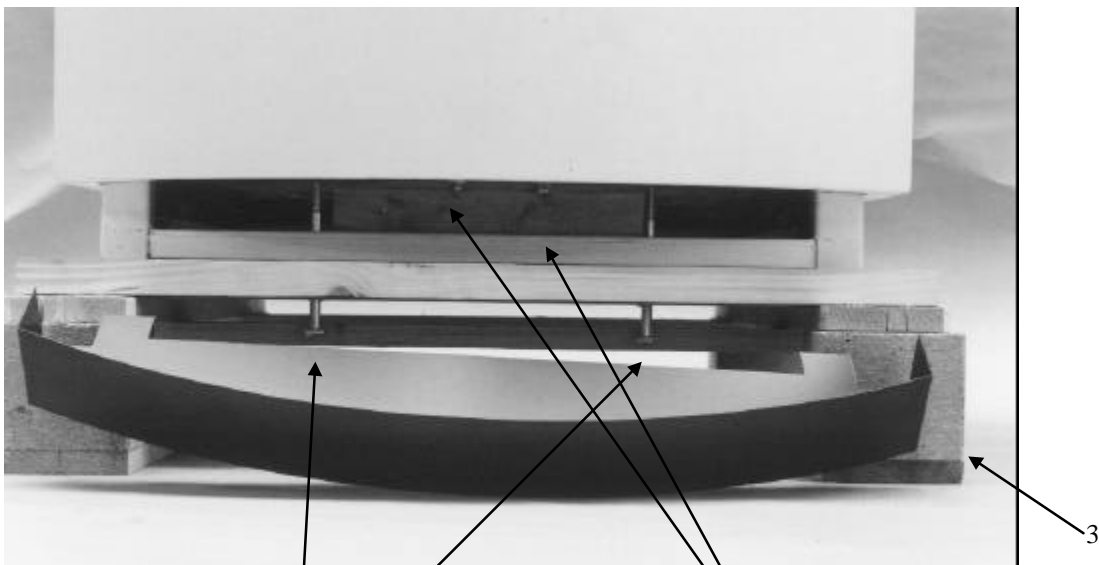

figura 1
- Retire os dois pernos (figura 1, número 1) que se encontram debaixo do palete.
- Quando a máquina estiver no seu lugar pode montar o rodapé dianteiro (ver figura 1, número 3) usando os parafusos fornecidos.